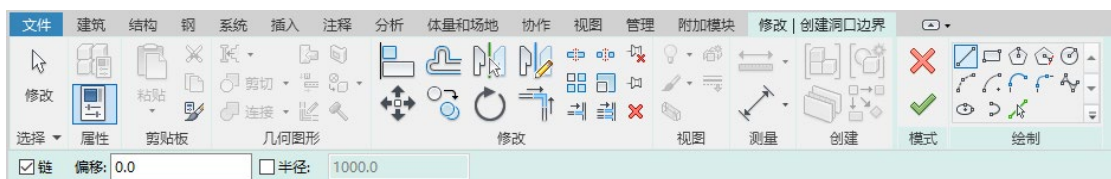

图 12-38 “修改|创建洞口边界”选项卡和选项栏
(2) 打开“修改|创建洞口边界”选项卡和选项栏，如图 12-38 所示。